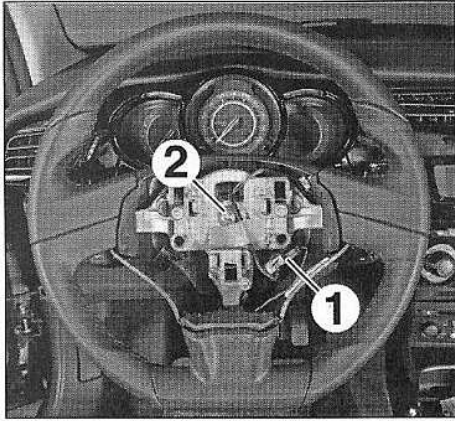

FIG.9
- Débrancher le connecteur (1) (Fig.9).
- Desserrer la vis (2) Torx (T50) de quelques filets.